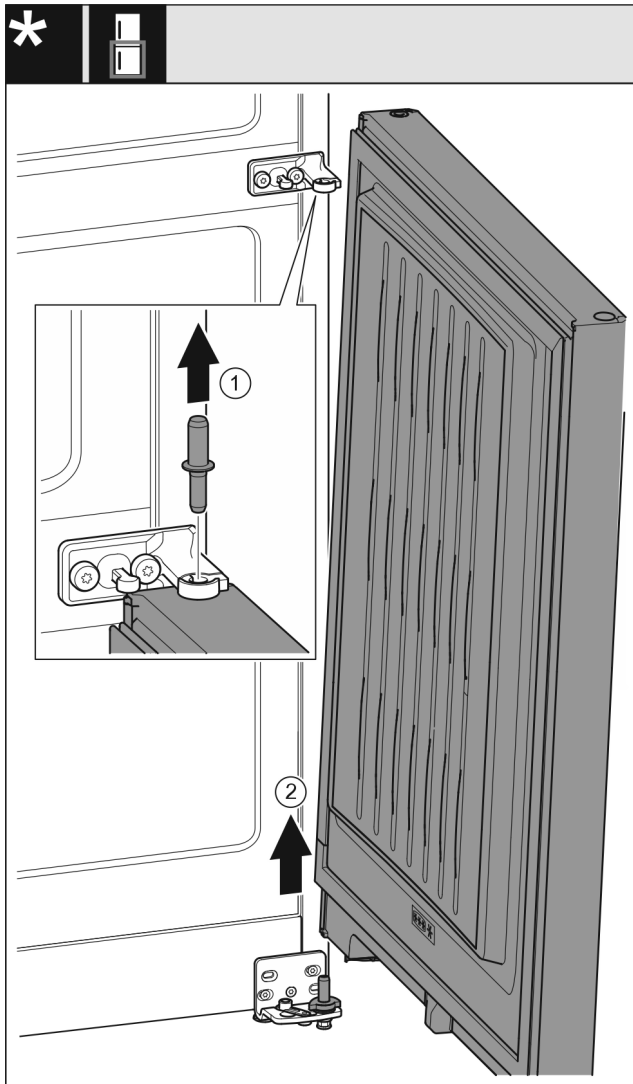

Fig. 26 Senza ammortizzatore di chiusura*
- Estrarre il perno Fig. 26 (1) verso l'alto.*
- Ruotare all'esterno la porta Fig. 26 (2), tirarla verso l'alto e disporla a lato.*